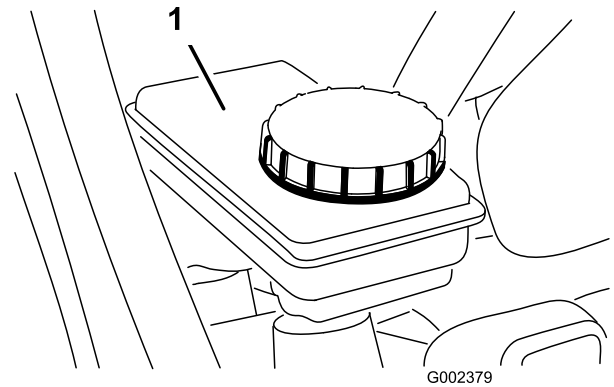

Figura 21
2. El nivel de líquido debe llegar a la línea Lleno del depósito (Figura 21).